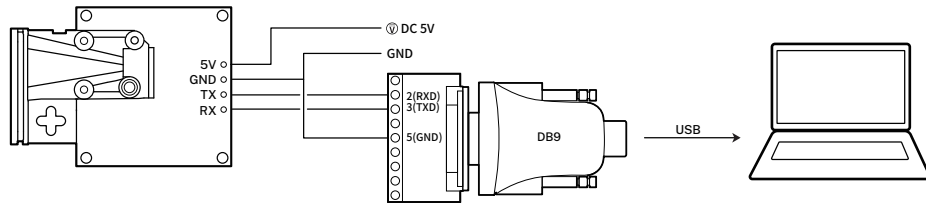

图 5. L4 接 DB9 图
1. 按照图 5 所示，外接 DC5V 给 L4 模块供电，注意 DB9 转接线要与模块共地；